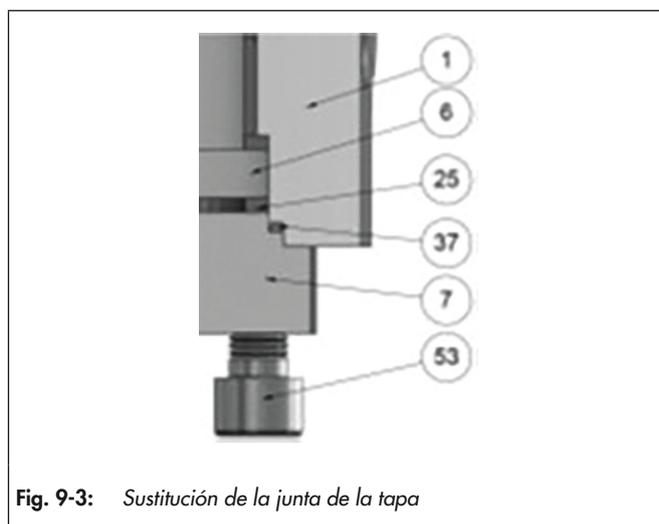

Fig. 9-3: Sustitución de la junta de la tapa
- ⇒ Soltar y quitar los tornillos (53), ver Fig. 9.3.
- ⇒ Desmontar la tapa (7) y quitar la junta de la tapa (37) que se quiere sustituir. Durante el desmontaje, asegurarse de que el anillo axial (25) no caiga.
- ⇒ Aplicar una fina capa de lubricante aprobado en la nueva junta de la tapa (37) y en el anillo axial (25) y colocarlos en su lugar en la tapa (7).
- ⇒ Primero apretar de forma uniforme y manualmente los tornillos (53). A continuación, apretarlos con los pares de apriete especificados, ver cap. 15.1.1 "Pares de apriete" o la ► LW-10017 anexo 15.2.